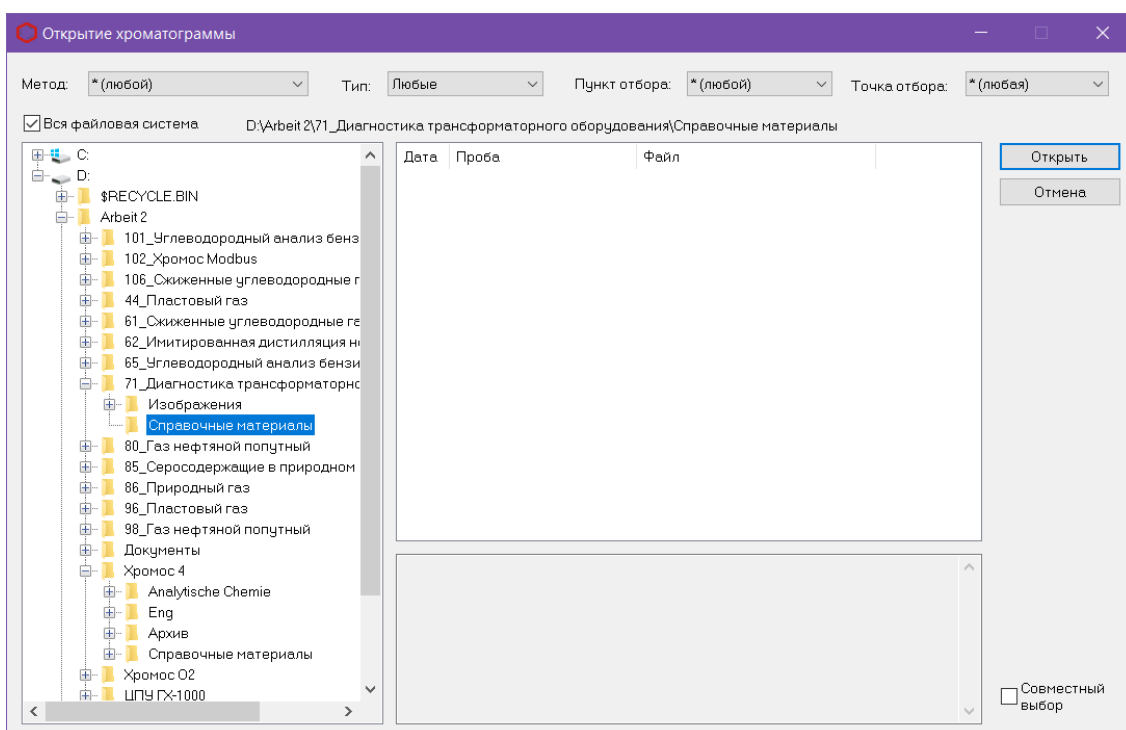

Рис. 6. Окно «Открытие хроматограммы»
1. Нажмите **Добавить из хроматограммы**. Откроется окно *Открытие хроматограммы* (Рис. 6).